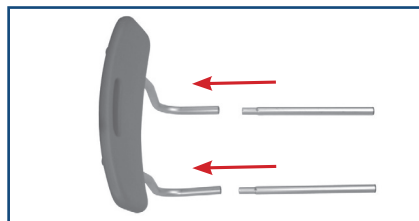

figura 5
7. Para armar el respaldo, introducir el tubo de soporte dentro del soporte del respaldo al presionar la clavija de presión y deslizarla dentro del tubo del respaldo. Repetir lo mismo para el segundo soporte. (Figura 5)